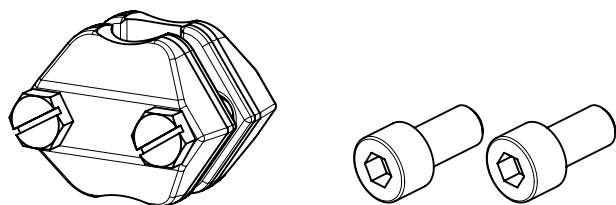

Bild 13: Anbausatz V2001
4. Antriebsstange ausfahren bis die Antriebsstange (3) an der Kegelstange (5) anliegt.
5. Die beiden Kupplungsteile (vgl. Bild 13) des Anbausatzes V2001 ansetzen und fest verschrauben.